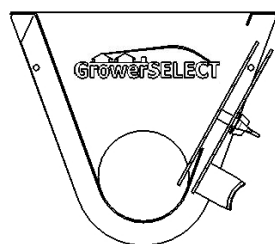

Figura 3
2. Iniciar en la parte baja del plato de acceso en la abertura de la bota descargadora. (Figura 3).